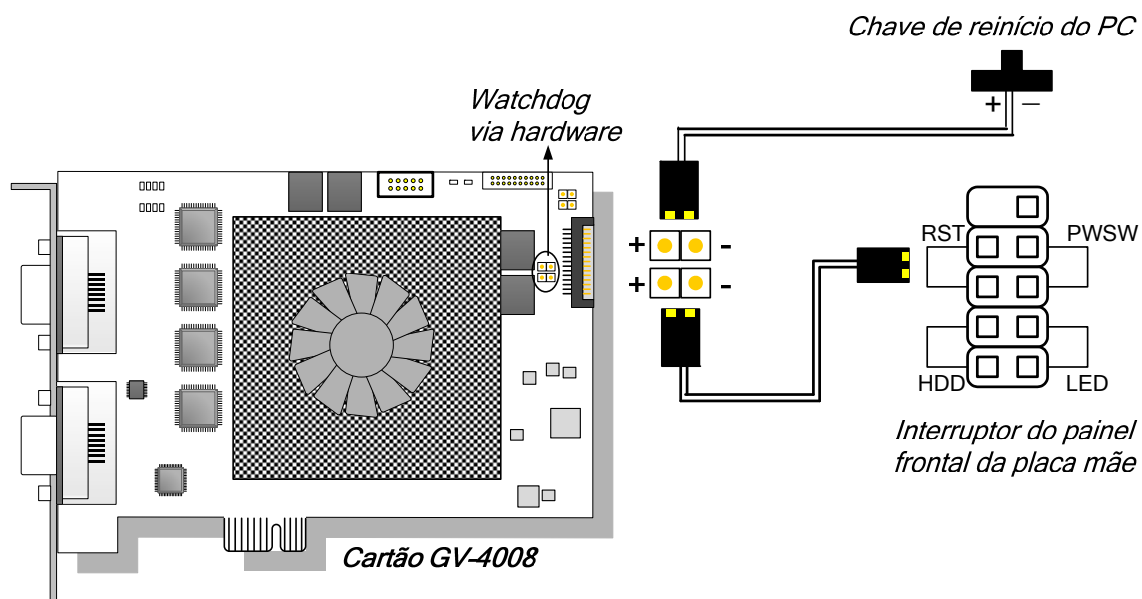

Figura 1-3
- **Conexão de Watchdog de Hardware:** Conecte o fio de ligação direta Watchdog de hardware à Placa Mestre apenas (Figura 1-3).